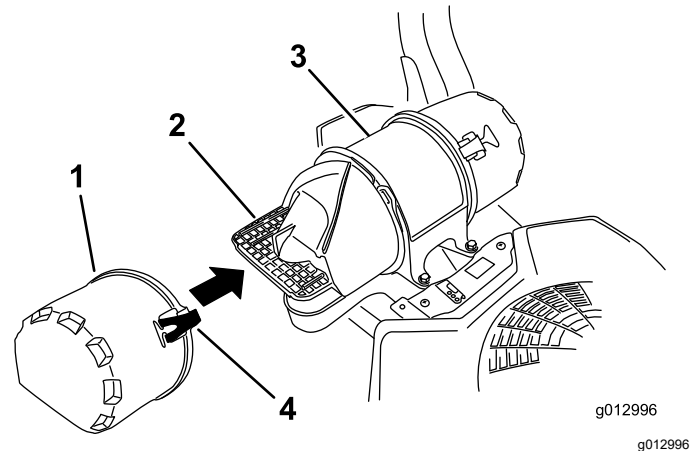

Figura 64
3. Abra los cierres del limpiador de aire y tire de la tapa de la entrada de aire para separarla del cuerpo del limpiador de aire (Figura 64).
5. Instale la tapa de la entrada de aire y sujétela con los enganches (Figura 64).